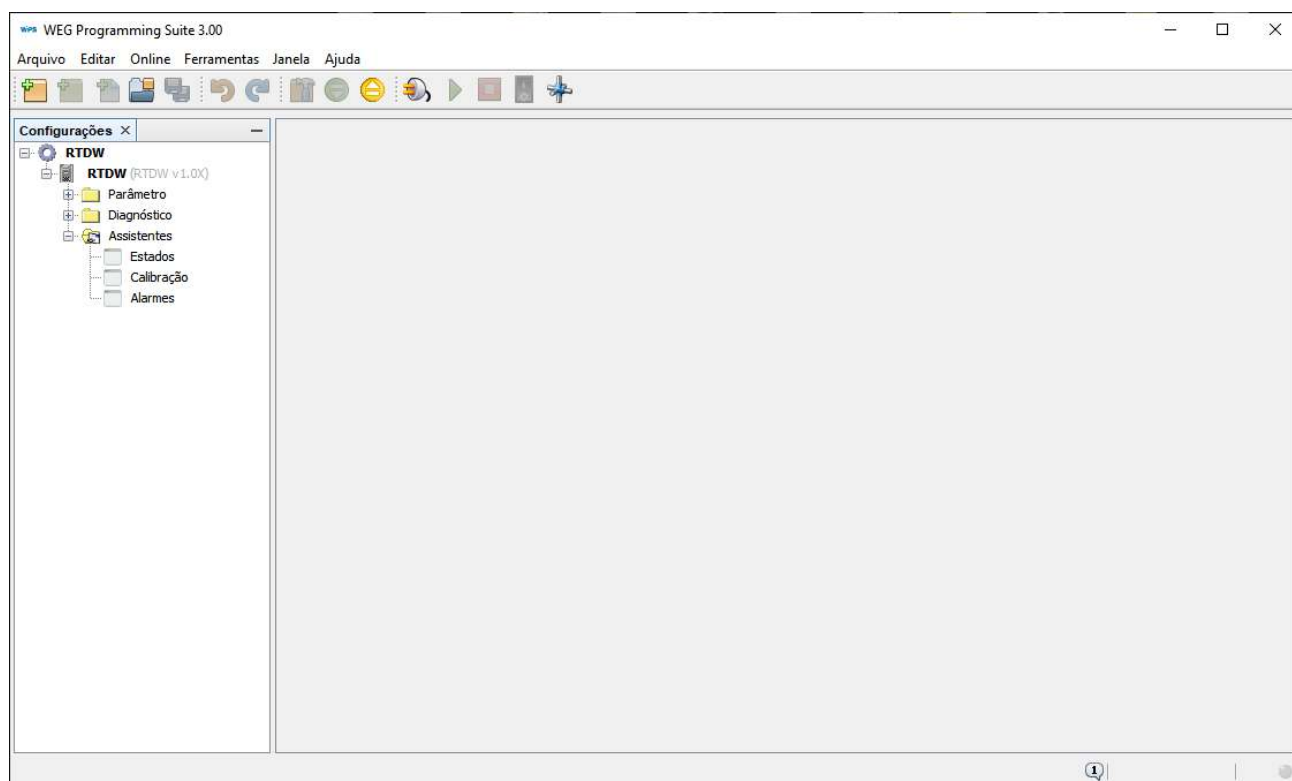

Figura 6.40: Assistentes disponíveis
- Na aba “Configurações” aberta na lateral esquerda, conforme Figura 6.40 na página 6-46, localize e com um duplo clique abra a opção Assistentes.